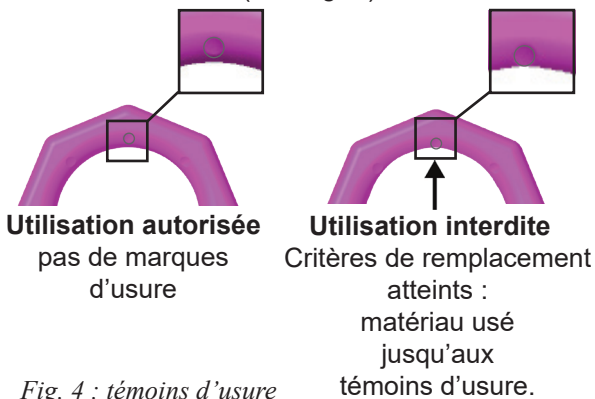

Fig. 4 : témoins d'usure
- Contrôlez soigneusement les témoins d'usure sur l'anneau à souder (voir Fig. 4) :